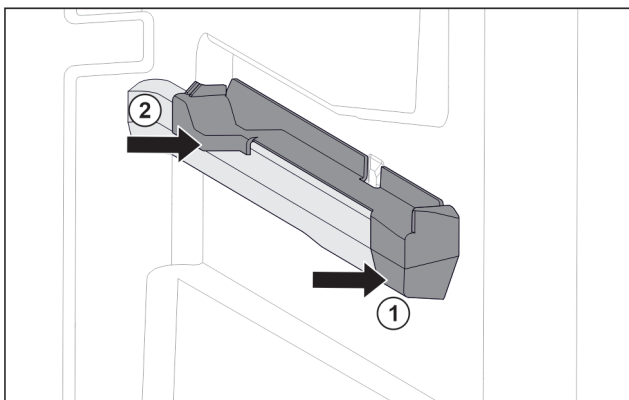

Fig. 75 Pieza de acoplamiento en la nervadura para recipientes derechos
- ▶ Coloque la pieza de acoplamiento delante en la nervadura para recipientes. Fig. 75 (1)
- ▶ Presione la pieza de acoplamiento por detrás. Fig. 75 (2)